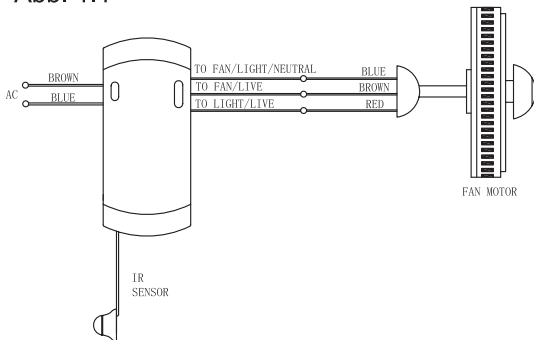

Abb. 1.2
4. Prijemnik stavite u držače na visećoj cijevi i povucite zaštitni poklopac kako bi pokrili prijemnik i držače . (Abb. 1.2).